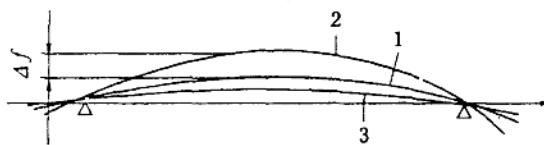

图3-4-12 加热轴时的情形
⑤因泵轴直径较小，一般可采用观察热弯曲值的办法来控制加热时间。所谓热弯曲值就是当用火嘴加热轴的凸起部分时，轴就更加向上凸起，如图3-4-12所示。